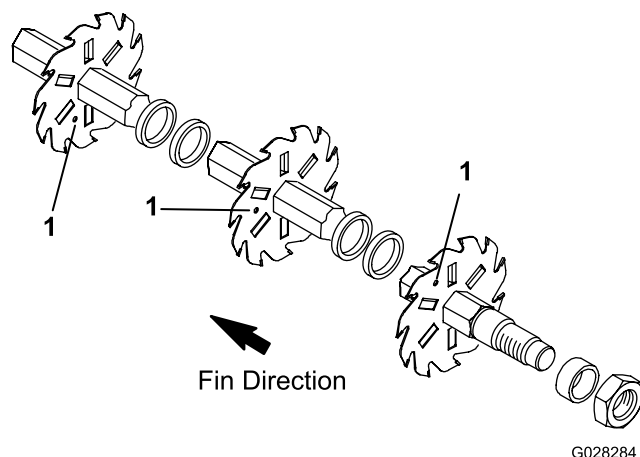

図 5
3. 次のブレードは左回りにシャフトの一面分ずらして合印が面1つ分ずれるように取り付ける 図 5。この手順を繰り返して、全部のブレードとスペーサを組み付ける。